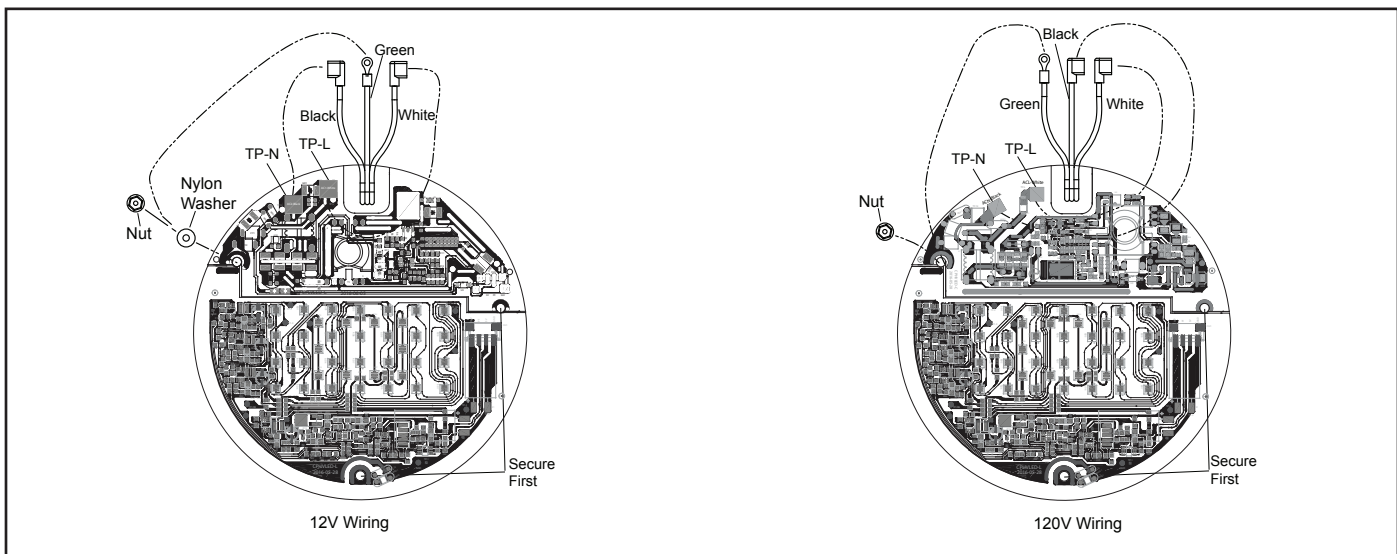

Figura 8. Reemplazo y cableado del motor (PCB) de luz grande
3. Retire las tres (3) tuercas y arandelas.
6. Coloque el nuevo tablero LED y el tablero controlador de luz en el conjunto de la luz, con la orientación que se muestra en la Figura 8.